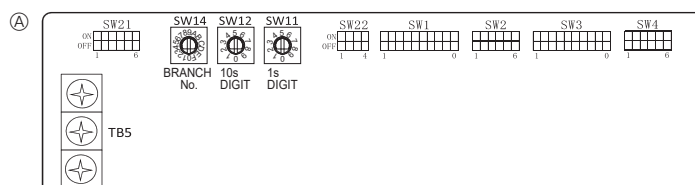

Fig. 5-9
5.5. Configuration des adresses (Fig. 5-9)
- ① Comment définir les adresses
5.6. Réglage des interrupteurs pour différentes hauteurs de plafond (Fig. 5-9)
5.7. Détection de la température ambiante à l'aide du capteur intégré de la commande à distance (Fig. 5-9)